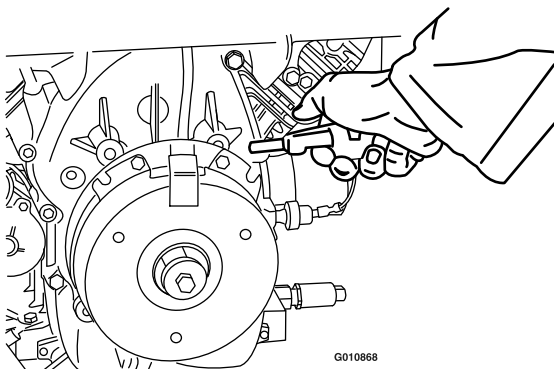

Figura 65
3. Utilizar un compresor de aire, elimine cualquier residuo de debajo del polo de freno y de alrededor de los espaciadores del freno (Figura 65).